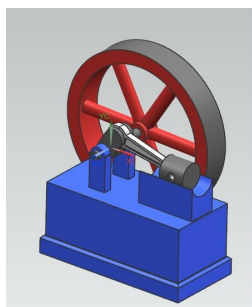

рис.115
- Рассмотрим пример *Prim\_Power\_Engine* (рис.115, 116). В этом примере движение всего механизма обуславливается **векторной силой**, приложенной к поршню. Но эта сила должна действовать только в определенные моменты времени. А именно, только тогда, когда поршень движется справа налево (под действием инерции махового колеса поршень в следующий полупериод движется в обратную сторону). Для этого необходимо создать специальную функцию для векторной силы.